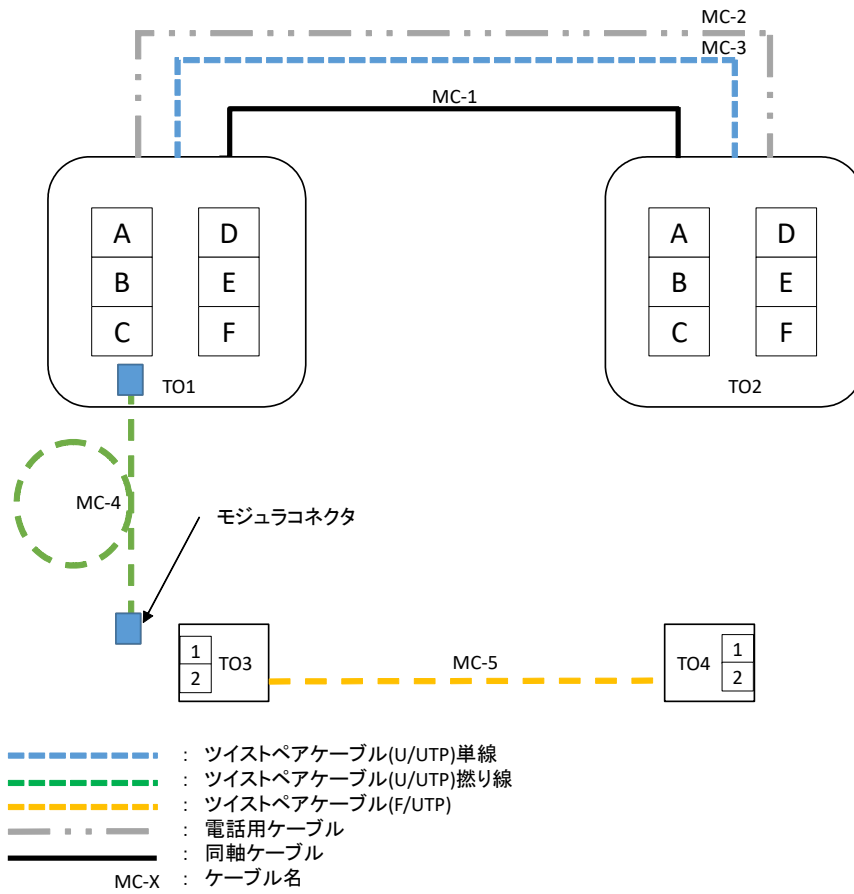

図 3 配置図
- ・ 各ケーブルの両端及び TO に識別ラベルを取り付ける。ラベルは、図 3 に記載のケーブル名及び TO 名とすること。